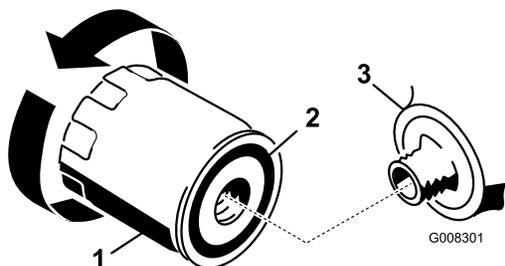

図 26
2. オイルフィルタを外し、フィルタのアダプタガスケットの表面をきれいに拭く **図 26**。
3. 新しいフィルタのガスケットにきれいなオイルを薄く塗る **図 26**。
5. その位置から、さらに1/23/4回転締め付ける **図 26**。